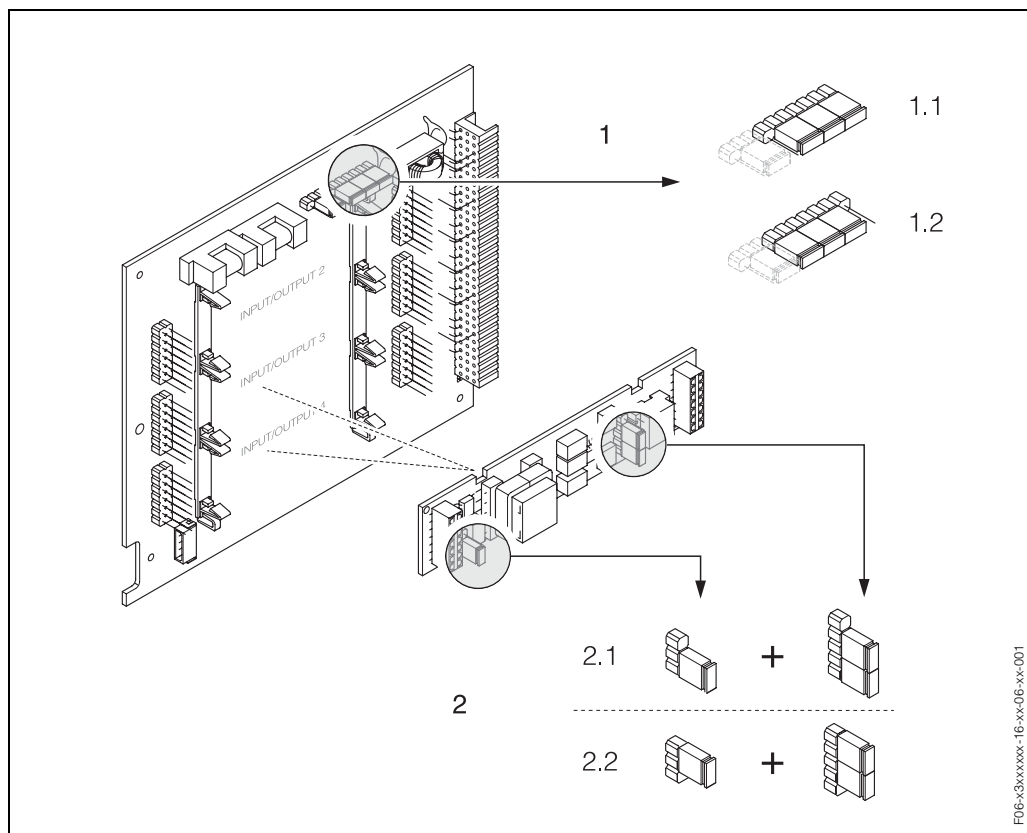

fig. 33: Configurer les sorties courant à l'aide de ponts (circuit E/S)
3. Positionner les ponts selon fig. 33.
- Risque de destruction des appareils ! Respecter scrupuleusement les positions des ponts indiquées à la fig. 33. Des ponts mal placés peuvent provoquer des surtensions et de ce fait détériorer l'appareil de mesure lui-même ou les appareils externes raccordés !